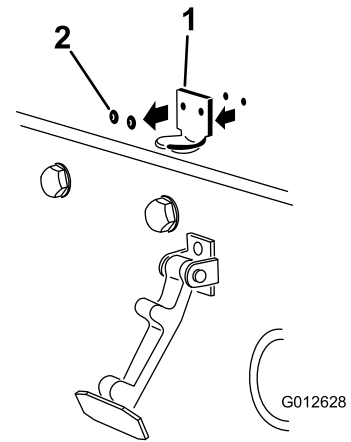

Figura 13
2. Retire os dois rebites que prendem o suporte do trinco do capot ao capot (Figura 13) e retire o suporte do capot.